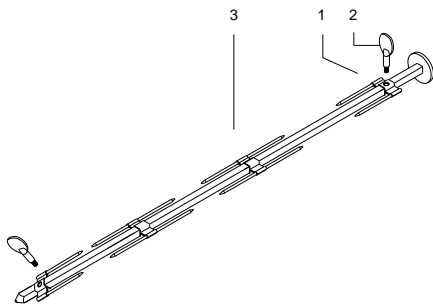

Fig. 5
- Placez le pic simple (1) sur la broche (3) jusqu'à ce qu'il arrive sur l'arrêt de celle-ci et fixez le avec le vis (2) Fig.5
- Placez ensuite le poulet sur la broche en le fixant avec le pic placé avant introduisez sur la broche en pic double (4) et un poulet, répétez cette opération jusqu'au chargement de la broche et placez en dernier un pic simple et fixez le avec sa vis.